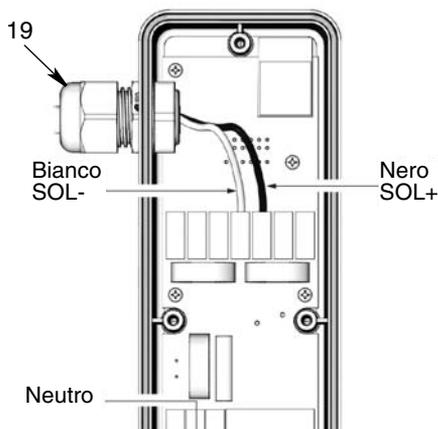

FIG. 5
6. All'interno della cassetta elettronica del PAC (2), scollegare i cavi del neutro (bianco) e della fase (nero) dai terminali SOL - (bianco) e SOL + (nero) nella morsetteria (FIG. 5).
7. Allentare il serracavo (19) e rimuovere completamente il cavo (FIG. 5).